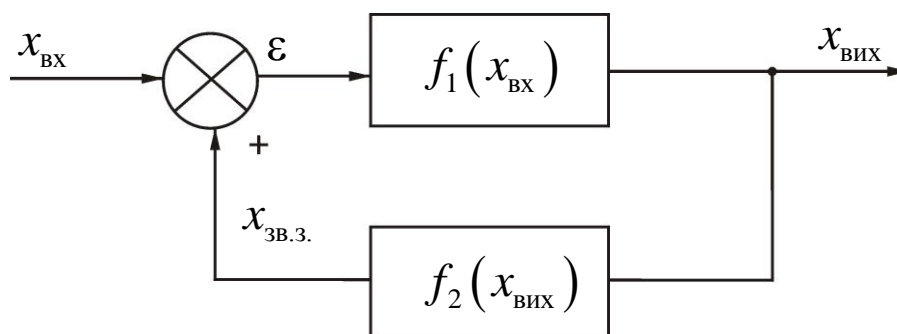

Рис. 2.8. Реалізація додатного зворотного зв'язку
6. Побудувати узагальнену статичну характеристику $x_{\text{ВИХ}} = f_1(x_{\text{ВХ}})$ ланки, що охоплена додатним зворотним зв'язком (рис. 2.8), за таких умов: